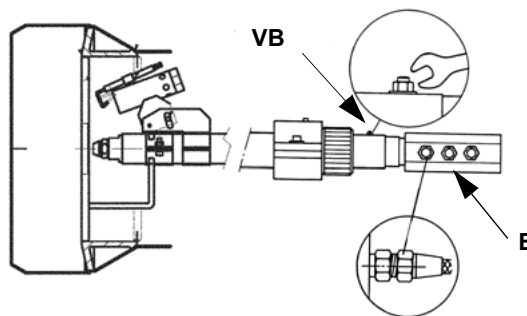

Рис. 24
- Разобрать, почистить и проверить головку сгорания (см. Рис. 24).
- отвинтить крепежные соединения (Е на Рис. 24) трубок дизтоплива (использовать два ключа для отвинчивания и завинчивания этих соединительных муфточек, закрепленных на узле распределителя);